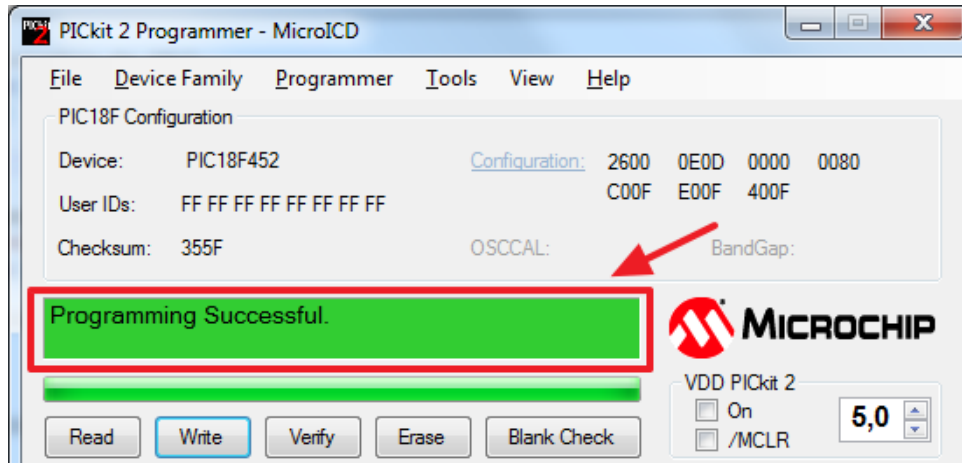

Figura 22: 4º Passo.
- **4º Passo:** Se a gravação ocorrer sem problemas, será exibida a mensagem “Programming Succesfull”, como mostrado na Figura 22.